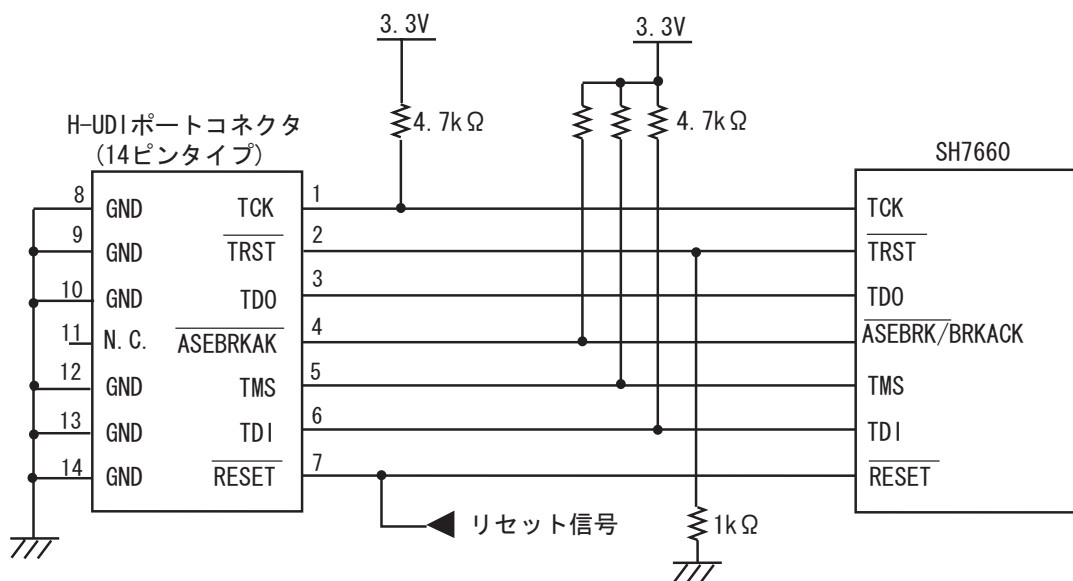

図 1.7 E10A 使用時の H-UDI ポートコネクタ - チップ間の推奨接続例(14pin タイプ)
E10A エミュレータ使用時の H-UDI ポートコネクタ(14 ピンタイプ)とチップ間の推奨接続例を図 1.7 に示します。
8. 図 1.7 に記載されている抵抗値は、推奨値です。